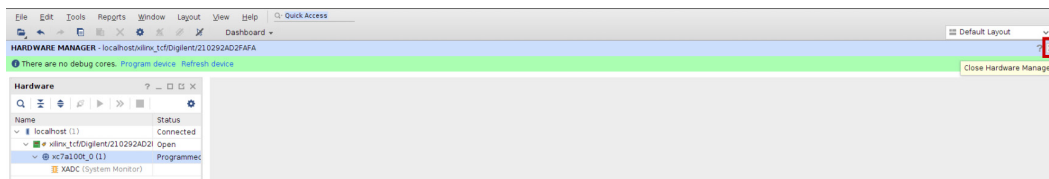

图114. 关闭硬件管理器
- h. 最后，在Vivado中单击“Hardware Manager”（硬件管理器）窗格右上方的X按钮关闭“Hardware Manager”（硬件管理器）（图114），以便Vivado释放开发板。